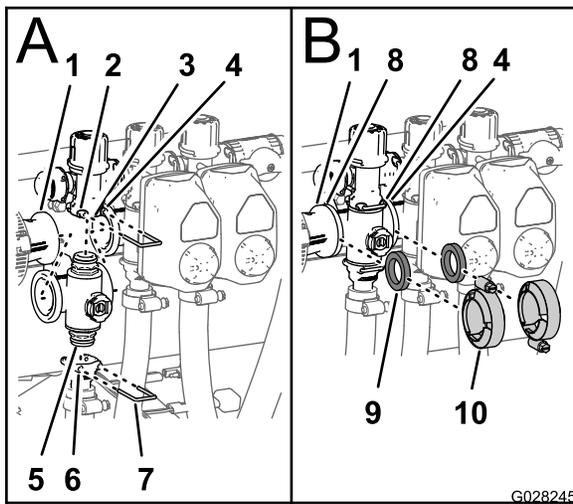

Figura 88
- Inserite il raccordo del tappo terminale superiore della valvola del collettore nel raccordo di bypass (A di Figura 88).
2. Fissate il raccordo del tappo terminale al raccordo di bypass inserendo un fermo nella presa del raccordo di bypass (A di Figura 88).
3. Montate il raccordo di uscita sul raccordo del tappo terminale interiore della valvola del collettore (A di Figura 88).
4. Fissate il raccordo del tappo terminale al raccordo di uscita inserendo un fermo nella presa del raccordo di uscita (A di Figura 88).
5. Allineate 1 guarnizione tra le flange del giunto del riduttore e il collettore della valvola di sezione (B di Figura 88).
6. Montate il giunto del riduttore, la guarnizione e il collettore della valvola di sezione con un morsetto serrato manualmente (B di Figura 88).
7. In caso di montaggio delle 2 valvole di sezione più a sinistra, allineate 1 guarnizione tra le flange dei 2 collettori delle valvole di sezione adiacenti (B di Figura 88).
8. Montate i 2 collettori delle valvole di sezione adiacenti e la guarnizione con un morsetto serrato manualmente (B di Figura 88).